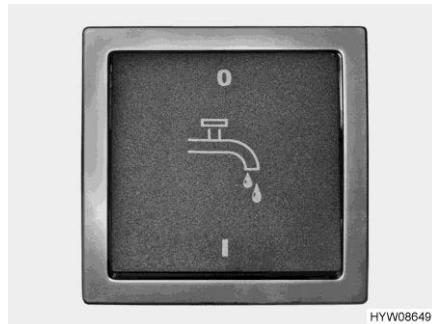

Fig. 149 Interruttore (pompa dell'acqua)
- ▷ Prima di poter utilizzare le rubinetterie dell'acqua, è necessario inserire l'alimentazione a 12 V sul pannello di controllo e la pompa dell'acqua dall'interruttore (Fig. 149). In caso contrario la pompa dell'acqua non funziona.